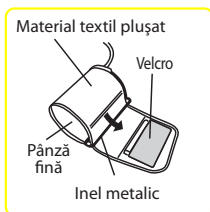

Fig. 2
2. Manșonul este fixat în mod corect atunci când banda de tip velcro este de partea exterioară a manșonului, iar inelul metalic nu intră în contact cu pielea (Fig. 2).